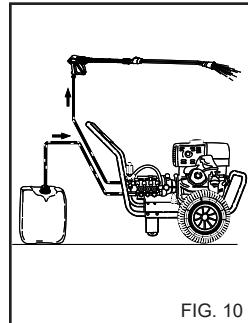

FIG. 10
1) Spoel na gebruik met reinigingsmiddel, het aanzuigcircuit; steek de aanzuigslang (fig. 10) van reinigingsmiddel in een reservoir met schoon water en laat de pomp 1 minuut werken met het dooskerkaantje volledig open en de lans in afgiftestand.
4) Spoel na gebruik met reinigingsmiddel, het aanzuigcircuit; steek de aanzuigslang (fig. 10) van reinigingsmiddel in een reservoir met schoon water en laat de pomp 1 minuut werken, en met de lans in afgiftestand van reinigingsmiddel.